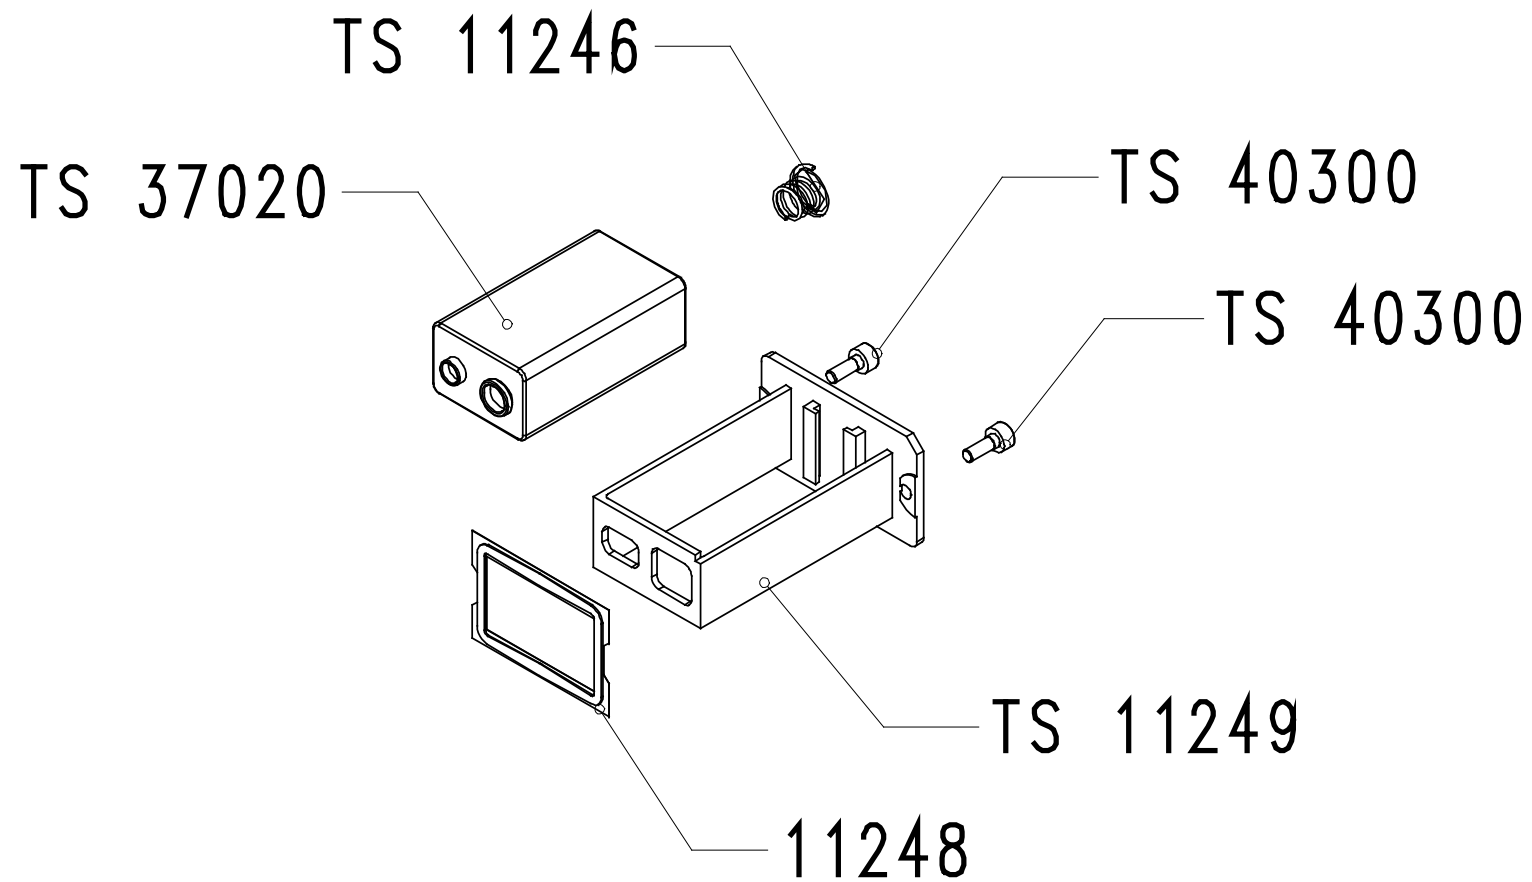

Figure 10-3: porte-pile TS 10189, détails des composants
- Figure 10-3: porte-pile TS 10189, détails